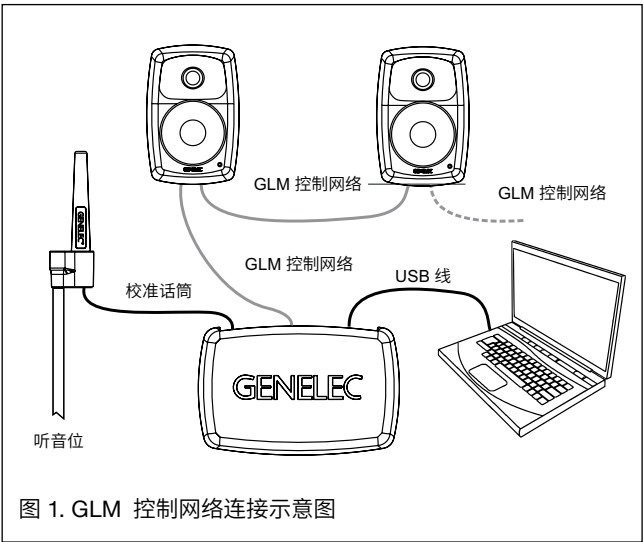

图 1. GLM 控制网络连接示意图
1. 使用 5 类网线 (RJ45) 将每只音箱 (包括超低音箱) 串接起来, 最终连接到 GLM 适配盒 (见图 1);